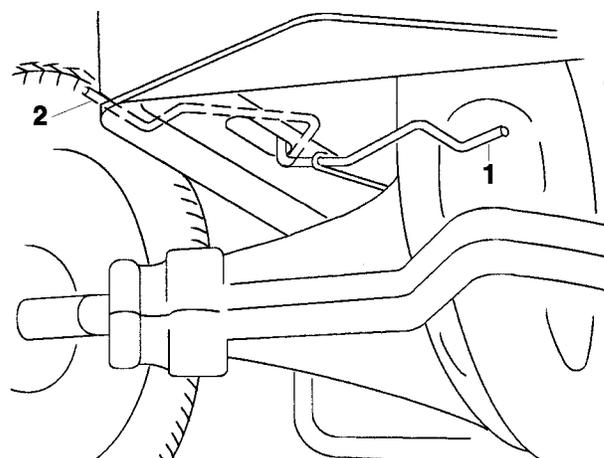

Fig. 12
2. Spostare il cavo di comando della trasmissione in posizione di spinta "PUSH". La trasmissione viene così disinnestata, e le ruote possono girare liberamente (Fig. 12).
1. Spostare il cavo di comando della trasmissione in posizione di servizio "Operate"; la trasmissione è ora innestata (Fig. 12).